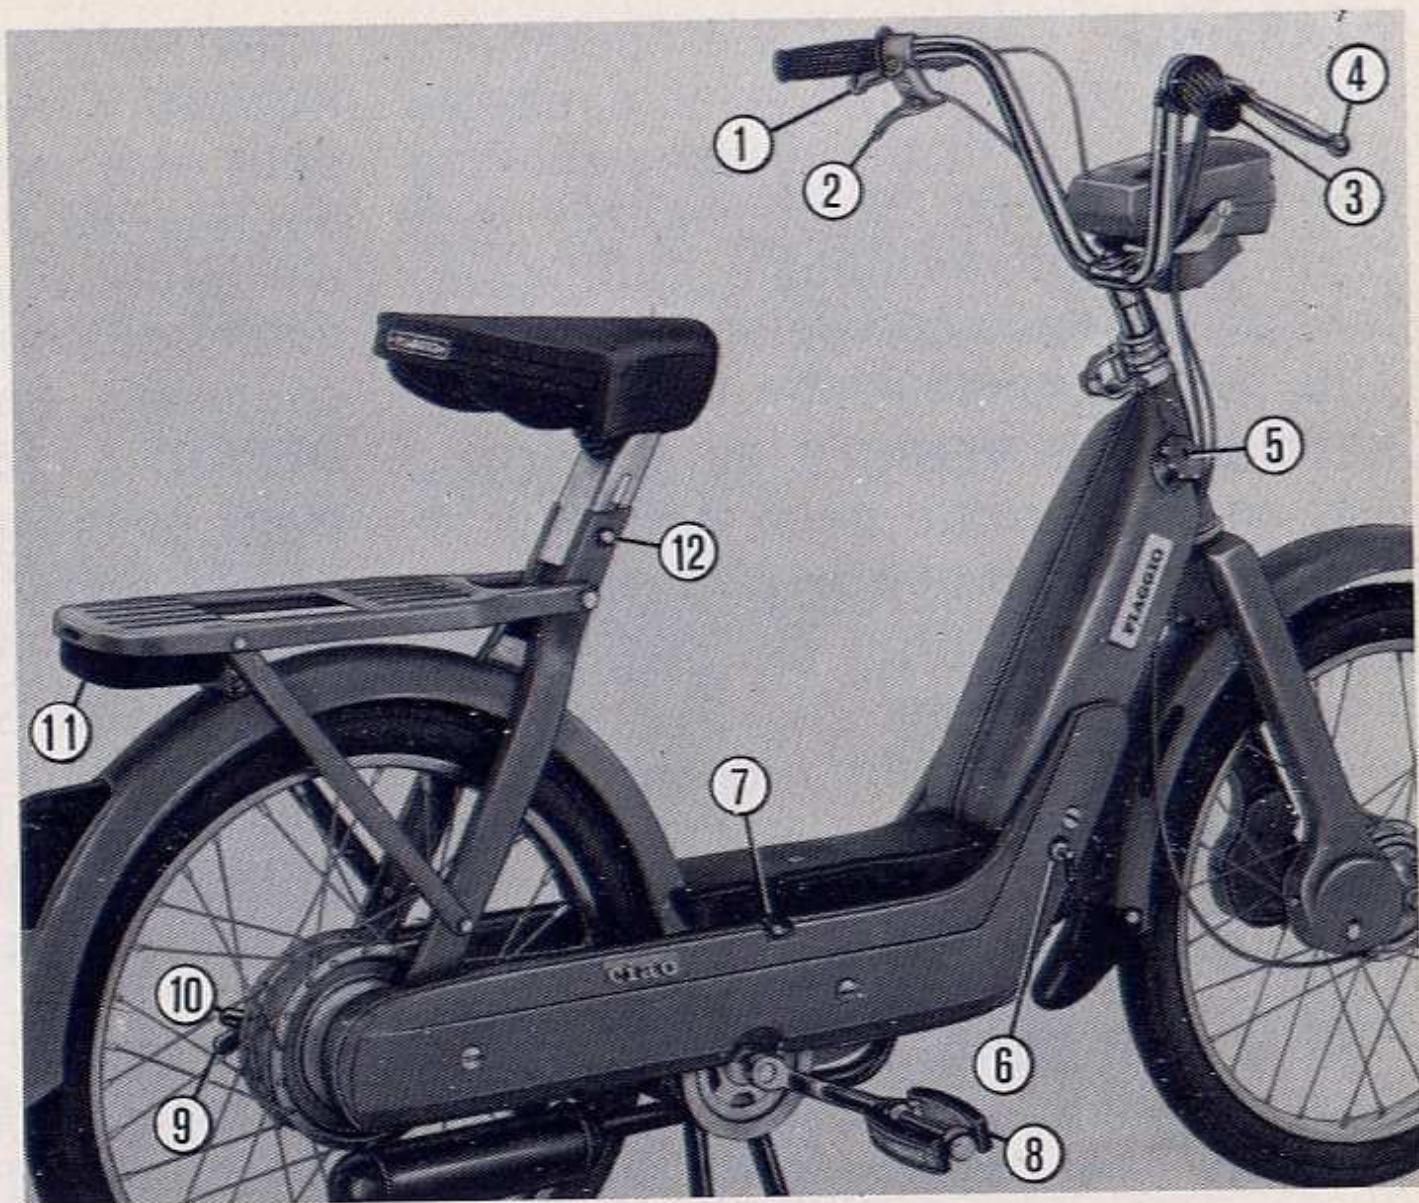

Fig. 3
EXPLANATION OF THE FIG. 3
LEGENDE DE LA FIG. 3
EXPLICACION DE LA FIG. 3
STARTING - Carry out the operations indicated on fig. 4. The vehicle may be started also with the driver pedalling the machine for some metres and then, when in reasonable motion, releasing the decompression valve lever (fig. 3) and opening the throttle.
STOPPING THE VEHICLE WITH RUNNING ENGINE - With the engine running at idling speed (fig. 3) the vehicle can stop even with running engine.
STOPPING THE ENGINE - Close the throttle and act on the decompressor control lever (fig. 3 n. 2).
MISE EN MARCHÉ - Exécuter les opérations prévues à la fig. 4. Le véhicule peut être mis en marche par le conducteur déjà assis sur la selle: agir sur le décompresseur (fig. 3), donner quelques coups de pédales et lâcher ce levier, tout en donnant des gaz.
ARRÊT AVEC MOTEUR EN MARCHÉ - En maintenant le poignée des gaz au ralenti (fig. 3), le véhicule peut rester sur la position arrêt, le moteur continuant à tourner.
ARRÊT DU MOTEUR - Arrêter les gaz et agir sur le décompresseur (fig. 3, n. 2).
ARRANQUE - Ejectuar las operaciones de la fig. 4. El vehículo puede también arrancarse con el piloto sobre el sillín actuando sobre la palanca (fig. 3), pedaleando unos metros y soltando luego la palanca citada y dando gases.
PARADA CON MOTOR EN MARCHA - Con el puño mando gas al mínimo (fig. 3) el vehículo puede detenerse con el motor en marcha.
PARADA DEL MOTOR - Quitar gas y actuar sobre la palanca mando válvula descompresión (fig. 3, n. 2).
Note: For the starting with vehicle on stand: act the decompression valve (Fig. 3, No. 2) when acting on pedal. As soon as the engine is running and the throttle « fully open » the starter lever « D » comes automatically back to its normal position.
A. Véhicule sur la béquille, la roue arrière ne doit pas toucher le sol. - **B.** Robinet « mélange »: position intermédiaire «A», (voir figure 4); Sur le «Bravo»: (voir les positions à la Fig. 5) le robinet est placé dans la partie inférieure du réservoir, côté gauche; sur le «Sì» sous le repose-pied, côté droit (voir les positions à la Fig. 4). - **C.** Maintenir la poignée gaz sur le ralenti - **D.** Lorsque le moteur est à froid, abaisser le levier du starter - **E.** Appuyer sur la pédale. **N. B.:** Pour la mise en marche avec véhicule sur la béquille agir sur le décompresseur (Fig. 3, n. 2) en donnant des coups de pédales. Dès que le moteur est en marche, mettre les pleins gaz, le levier du starter « D » reviendra automatiquement dans sa position normale.
Nota - También para el arranque sobre el caballete, se aconseja el uso de la palanca del descompresor (fig. 3, n. 2) al momento de actuar sobre el pedal. Una vez arrancado el motor, dando « pleno gas » la palanca del starter « D » vuelve automáticamente a la posición normal.